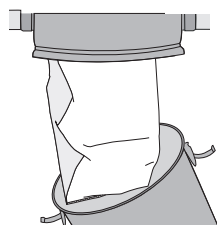

figura 6
1. Para acceder a la bolsa, suelte los dos enganches y retire el tanque del aparato. **(figura 6).**